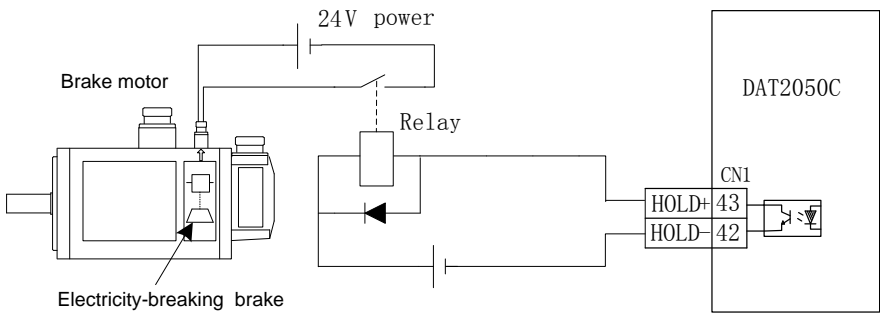

Figura 6-3 Exemplo típico de liberação de Hold ± sinal de freio.
1. Ajuste corretamente os fios de acordo com a figura 6-3, e observe a conexão do pré-requisito de entrada do sinal no gráfico seguinte.
Figura 6-3 mostra a teoria de fiação de aplicação prática do sinal de freio e o controle de liberação do freio do servo. A alimentação é de 24 V e os usuários devem prestar atenção à polaridade principal de potência quando ligar o sinal de freio (HOLD ±). Veja detalhadamente a fiação no diagrama abaixo.